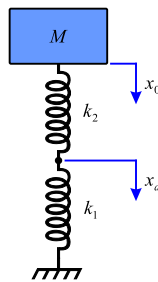

Figura 2-8
**Problema 21** Trobeu les equacions que expressen matemàticament el comportament del sistema de la Figura 2-8: